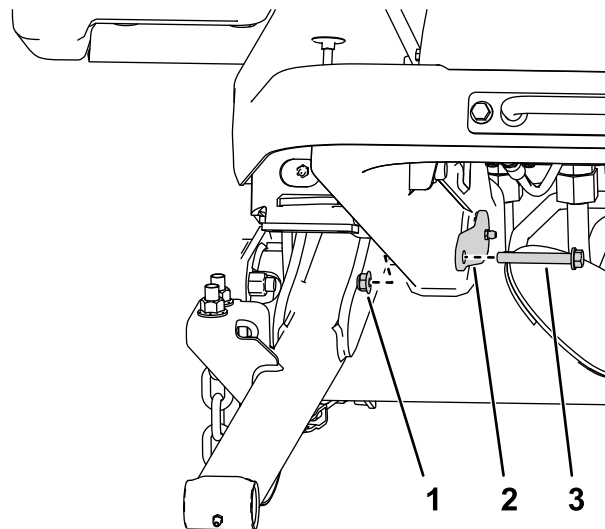

図 6
4. 大きいピンをフレームに取り付けるボルト $\frac{3}{8}$ " x  $2\frac{3}{4}$ "2本とナット $\frac{3}{8}$ "2個を使用する 図 6。